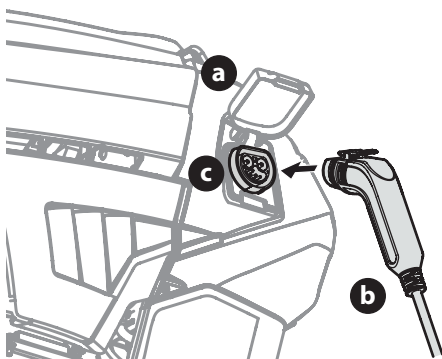

Figure 12
1. Relevez le couvercle de la prise de recharge (a) (Figure 12).
2. Branchez le cordon de recharge (b) du chargeur dans la prise (c) (Figure 12).